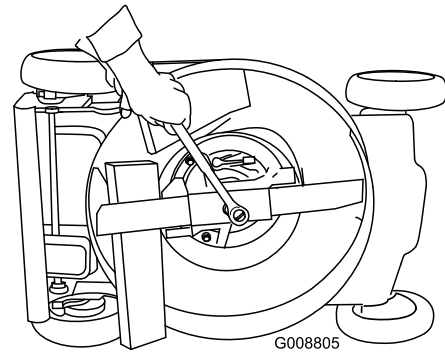

Figure 38
3. Immobilisez la lame avec un morceau de bois (Figure 38).